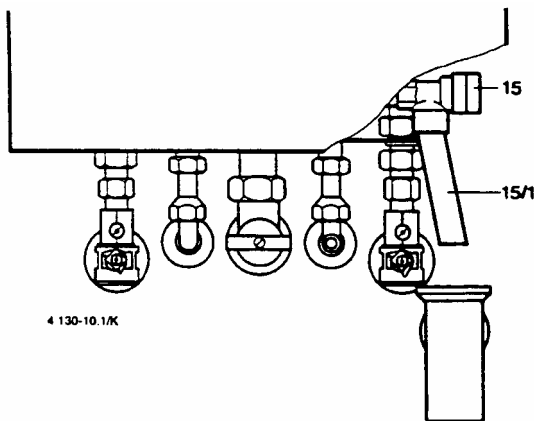

Рис. 10
- Сливную трубку (15/1) вкрутить в сбросной клапан рис.10.